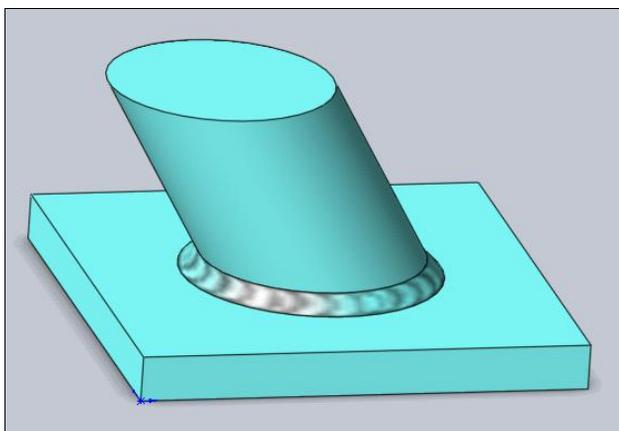

Рис. 5.67
8. Осталось нажать кнопку **ОК**  и получить сварное соединение наклонного цилиндра с плоской деталью (рис. 5.67). Чтобы скрыть справочную плоскость, нажмите правой кнопкой мыши в Дереве Конструирования на элемент **Плоскость1** и в контекстном меню выберите кнопку  — **Скрыть**.